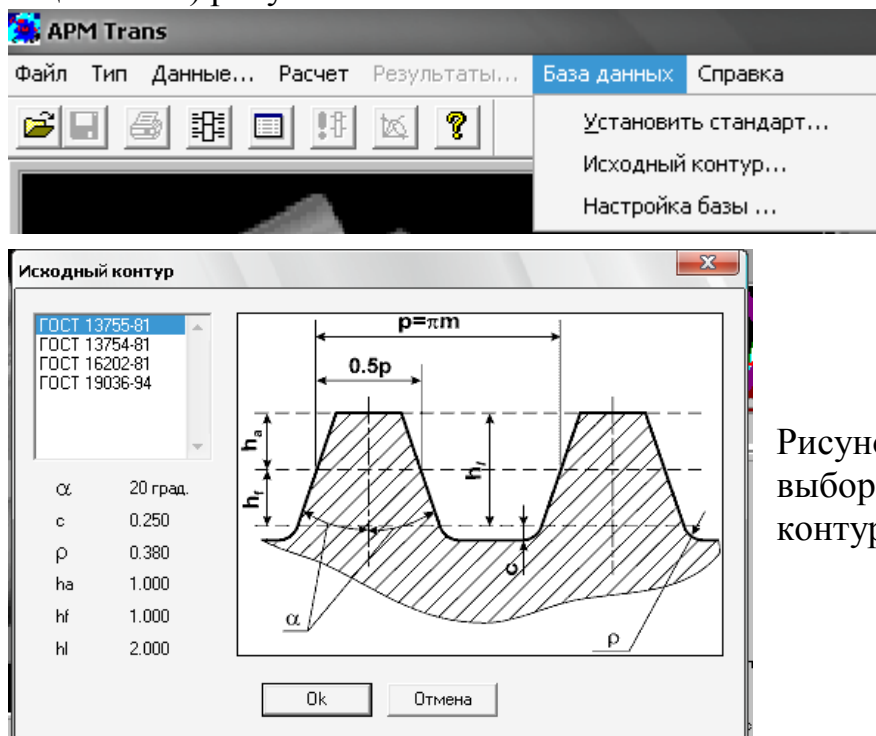

Рисунок 3 – Меню для выбора ГОСТ и исходного контура
3. Установить стандарт – ГОСТ (меню «База данных» / «Установить стандарт») рисунок 3.
4. Проверить установку параметров исходного контура (по умолчанию в меню «База данных» / «Исходный контур» установлен ГОСТ 13755-81 – исходный контур зубчатых цилиндрических колес эвольвентного зацепления) рисунок 3.